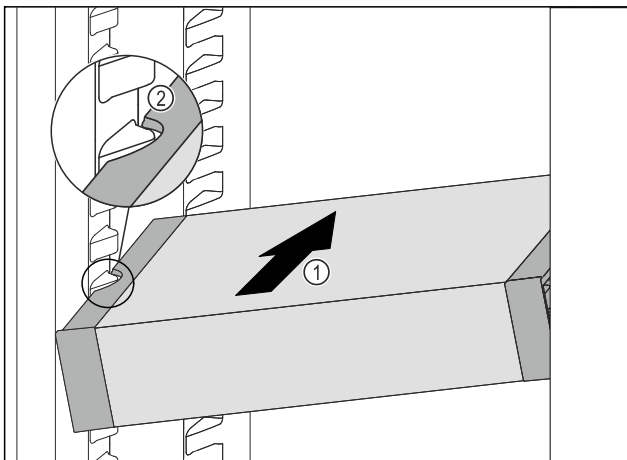

Fig. 114
- ▶ Insérer le VarioSafe en biais dans la partie réfrigérateur *Fig. 114 (1)* jusqu'à ce que les encoches latérales *Fig. 114 (2)* du VarioSafe se trouvent à la hauteur de la nervure du bac dans la partie réfrigérateur.